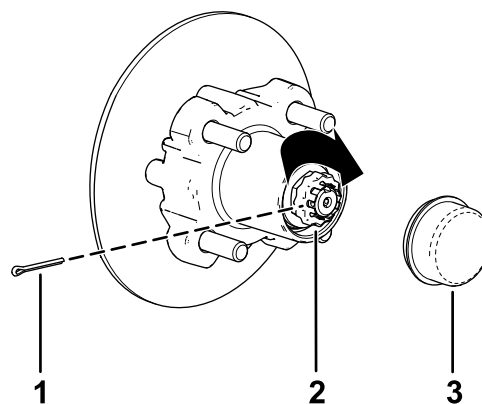

图 34
- 将卡环安装到螺母上检查卡环内的槽与主轴上开口销孔的对齐情况图 34。
- 安装开口销并扳弯卡环周边的各个腿图 34。
- 将防尘盖安装到轮毂上图 34。